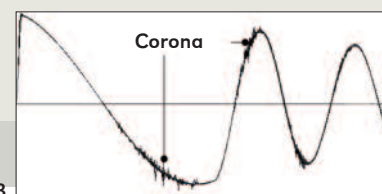

Bild 3
3. Corona-/Glimmentladungserfassung (Bild 3)